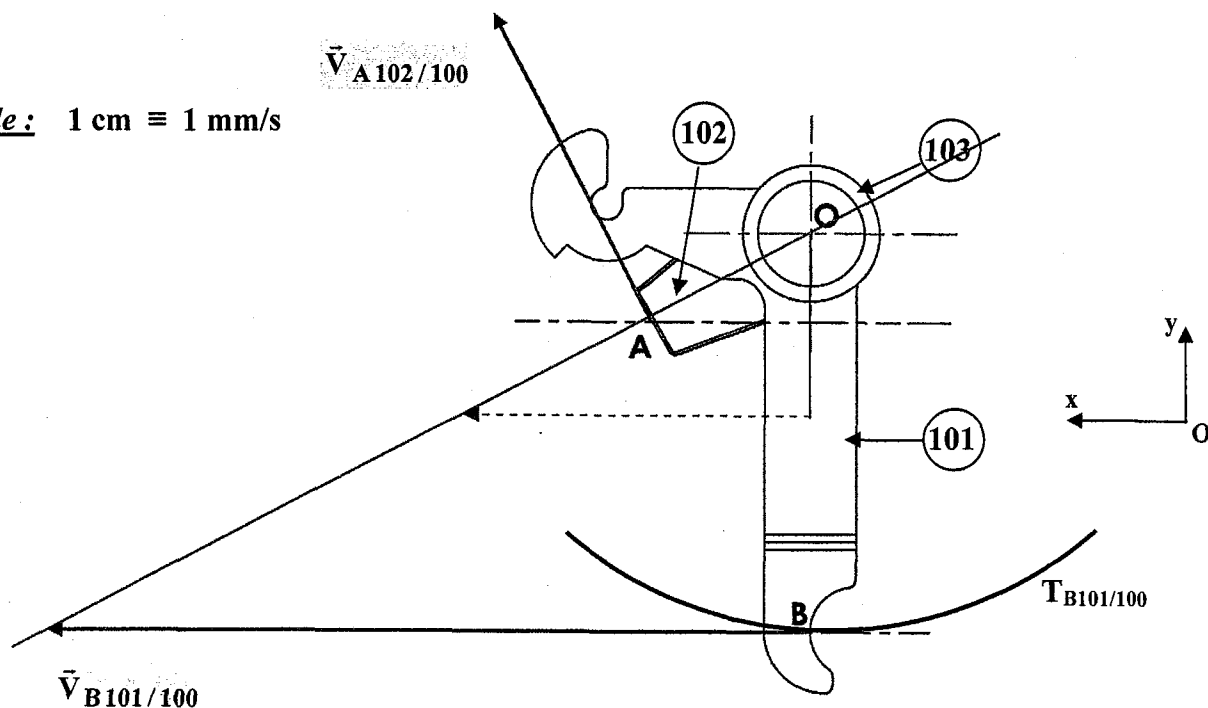

Figure 6
**3-1 /** Etude cinématique du levier **101**. (Voir dessin *Figure 6*, DT 8/14).
**3-1-4 /** Tracez cette trajectoire sur le dessin *Figure 6* de la page suivante DT 8/14.
Tracez la vitesse  $\vec{V}_{B\ 101 / 100}$  sur le dessin *Figure 6* de la page suivante DT 8/14.